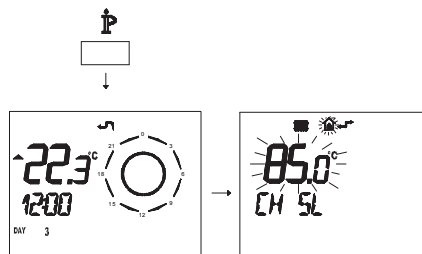

Figura 5.46
- Premere per più di 3 secondi il pulsante **P** per entrare in modalità **INFO** (Figura 5.46).